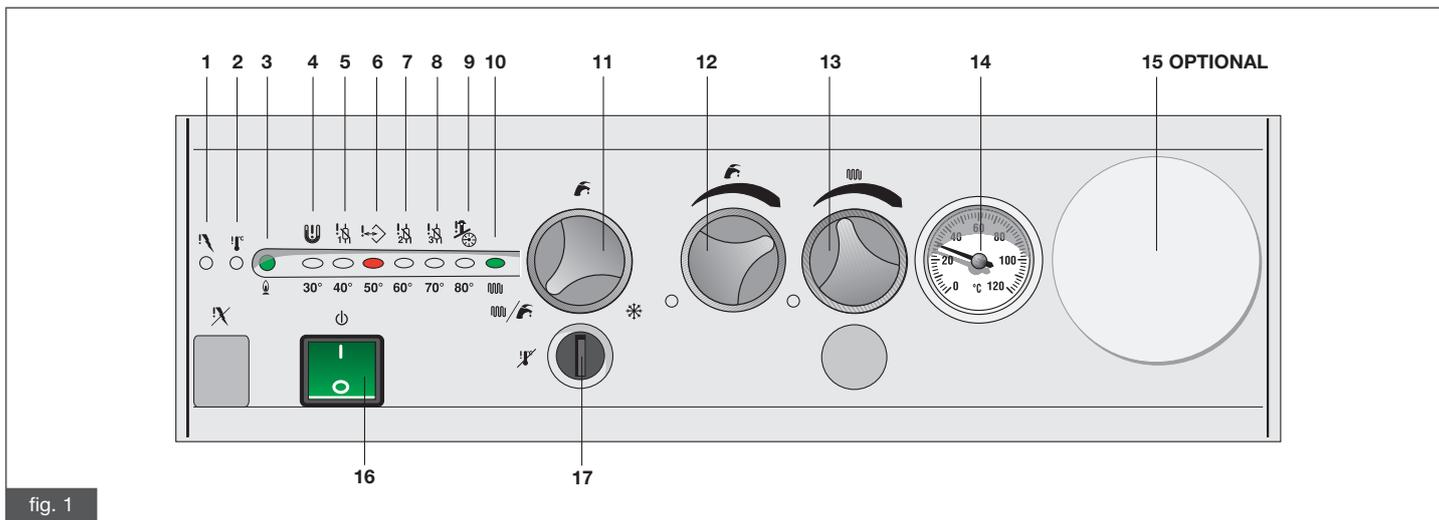

fig. 1
- portare il pulsante di accensione del gruppo termico (16 in fig.1) in posizione 1 (l'interruttore è illuminato);
- quando l'impianto di riscaldamento richiede calore si accende la lampada 10 di richiesta riscaldamento (fig. 1).
#### SELETTORE (11 fig. 1)
La scheda di controllo regola la temperatura del riscaldamento da un valore di 50°C a 82°C secondo l'impostazione fatta dall'utente con il regolatore 13 (fig. 1).
La scheda di controllo regola la temperatura dell'acqua calda sanitaria da 35°C a 57°C secondo l'impostazione fatta dall'utente con il regolatore 12 (fig. 1).
Quando si presentano delle anomalie nel funzionamento del bruciatore questo si mette automaticamente in blocco e si accendono la lampada di blocco 1 sul pannello comandi (fig. 1) e il pulsante di sblocco rosso sul bruciatore (fig. 2).
Nel caso si dovesse accendere la lampada rossa (2 in fig. 1) di blocco per intervento del termostato di sicurezza, dovuto ad una anomalia di funzionamento, ricorrere ad un Centro di Assistenza Autorizzato o a personale qualificato per un intervento di manutenzione.
In caso di blocco per intervento del pressostato acqua si accende in modo lampeggiante la lampada rossa 4 (fig. 1) a segnalare una pressione insufficiente nell'impianto di riscaldamento. Provvedere al riempimento dell'impianto agendo sul rubinetto di carico (fig. 2), posto all'interno del gruppo termico.
- portare l'interruttore generale 16 (fig. 1) in posizione 0 (si spegne la spia luminosa verde);
- ruotare la manopola del rubinetto di carico (fig. 2) in senso antiorario per permettere l'ingresso dell'acqua nel gruppo termico e mantenerlo aperto fino a che il manometro (14 fig. 1) indica che è stato raggiunto un valore della pressione di  $1 \div 1,3$  bar; a questo punto chiudere il rubinetto ruotando la manopola in senso orario e rimontare il pannello frontale.
- la lampada rossa 5 (fig. 1) per la sonda 1 (riscaldamento);